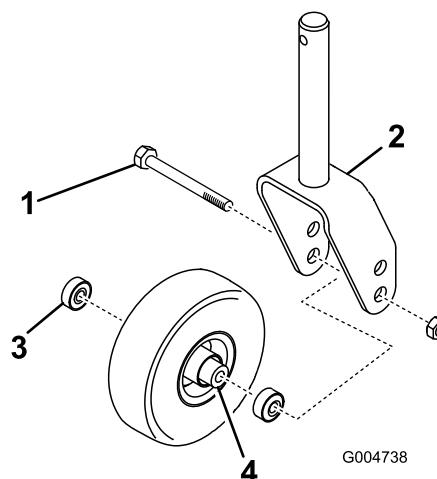

Figure 25
1. Enlevez le contre-écrou du boulon qui fixe la roue pivotante à la chape (Figure 25). Maintenez la roue pivotante et sortez le boulon de la fourche ou du bras pivotant.
2. Enlevez le roulement du moyeu de la roue et laissez tomber la douille d'écartement à l'extérieur (Figure 25). Enlevez le roulement de l'autre côté du moyeu.